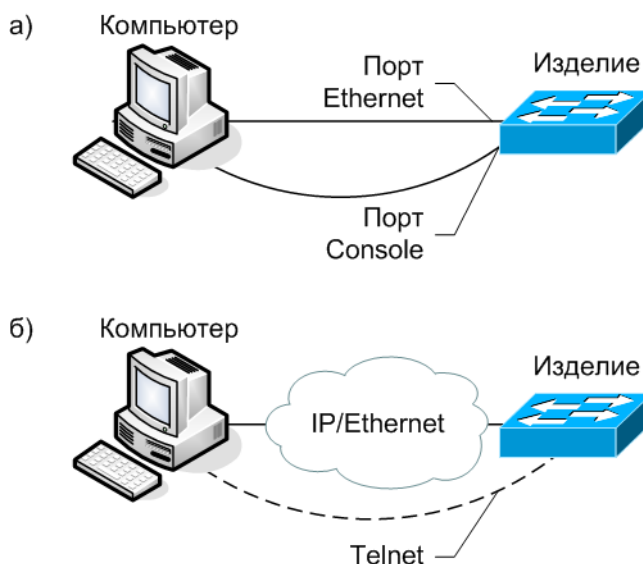

Рис. 13 Примеры подключения изделия для сохранения и загрузки конфигурации или обновления программного обеспечения
2. Подключить один из портов изделия к сети. Примеры подключения показаны на Рис. 13;
2. Подключите один из портов устройства к сети. Примеры подключения показаны на Рис. 13;
1. Подключите компьютер, содержащий архив программного обеспечения, к коммутатору как показано на Рис. 13;